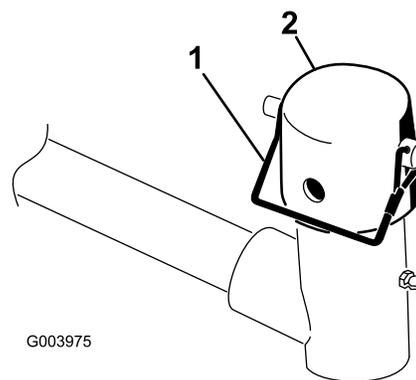

Figura 7
7. Retire o pino de encaixe e a tampa da forquilha de articulação do braço de elevação (Figura 7).
unidade de corte ou utilize o orifício se pretender bloquear a unidade de corte na posição (Figura 7).